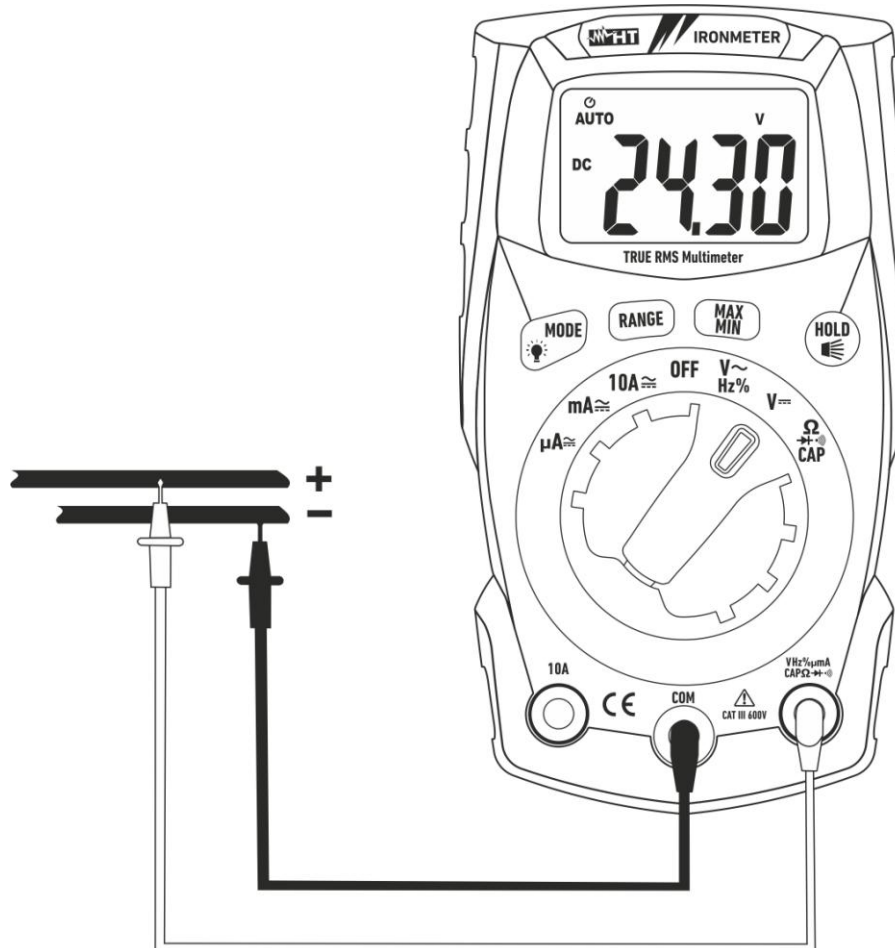

Fig. 3: Uso do instrumento para a medição de Tensões CC
3. Colocar a ponteira vermelha e a ponteira preta respetivamente nos pontos com potencial positivo e negativo do circuito em exame (ver Fig. 3). O valor da tensão é apresentado no display
5. A visualização do símbolo "-" no display do instrumento indica que a tensão tem um sentido oposto em relação à ligação da Fig. 3.